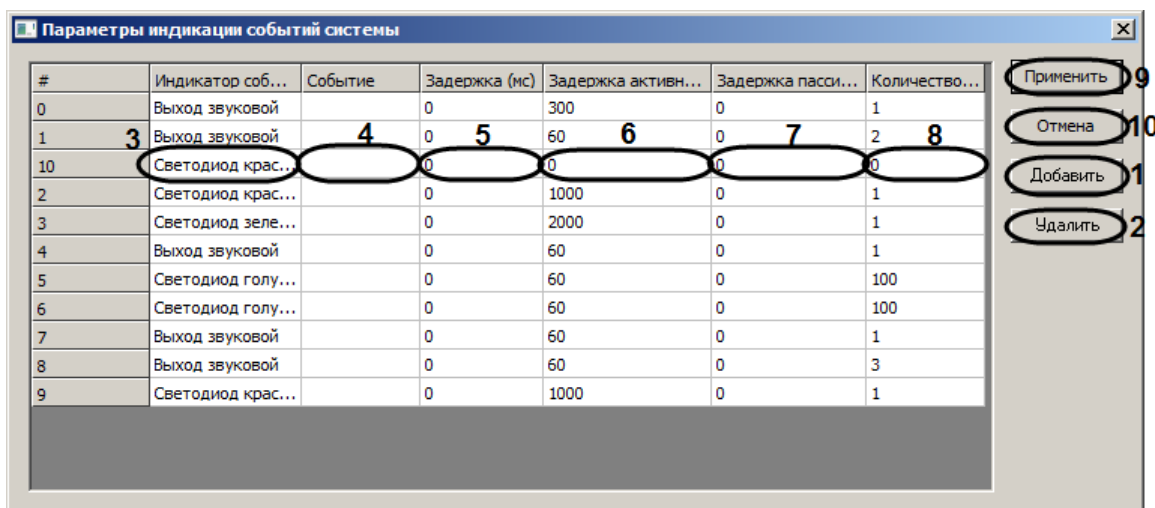

Рис. 3.5—4 Настройка индикации событий
- Для добавления нового правила индикации нажать на кнопку **Добавить** (см. Рис. 3.5—4, 1).
Примечание. Для удаления правила индикации необходимо выделить ячейку в строке, соответствующей данному правилу, и нажать на кнопку **Удалить** (см. Рис. 3.5—4, 2).